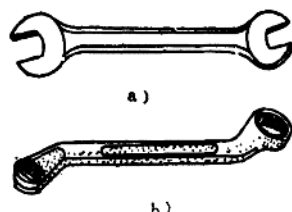

图2-8 双头呆扳手和双头梅花扳手
(1) 双头呆扳手 双头呆扳手又称双头开口扳手，如图2-8 a所示。它是用来拆装一般标准规格的螺栓和螺母，使用方便，可以上下套入或直接插入，便于在受限制的位置中工作。扳手的开口方向与本身具有一个角度（通常为15°、45°、90°）借以增加扳手的旋转角度。扳手的规格是以扳手的长度和开口大小来决定的。
(2) 梅花扳手 梅花扳手俗称“眼镜”扳手，如图2-8 b所示。其用途与双头呆扳手基本相同，所不同的是扳手两端的套筒能将螺栓或螺母头全部扣紧，工作时不易滑脱，安全可靠。有些螺栓、螺母，因受位置的限制，周围被其他零件围住，使用梅花扳手较为方便。梅花扳手的柄部较长，工作起来比较轻便。